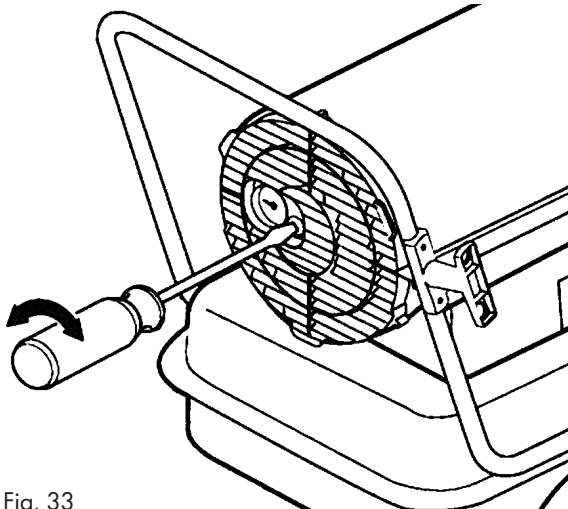

Fig. 33
- Utilizzare un cacciavite a lama piatta per ruotare la valvola, vedere la Fig. 33